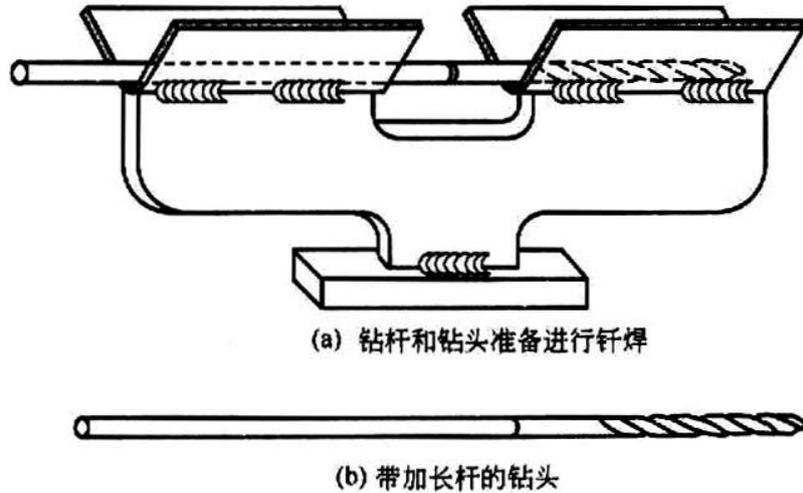

图 119 在钻头上钎焊加长杆的示意
- ② 将钻头和钻杆的钎焊面磨平；
- ③ 用砂纸清理钻头和钻杆并用丙酮或酒精擦洗干净；
- ④ 按照图 119(a)所示固定钻头和钻杆，固定时需采用夹持装置以保证钻头和钻杆不移动，钎焊接头的直径不能超过 **0.12mm**，否则接头的强度无法达到最大值；
- ⑤ 添加钎剂、银基钎料，加热并进行钎焊；
- ⑥ 冷却后，用锉刀将接头处打磨光滑。